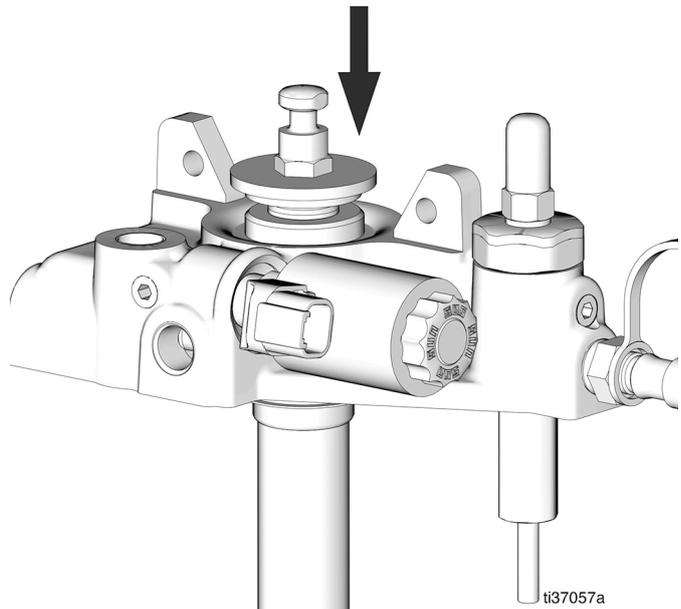
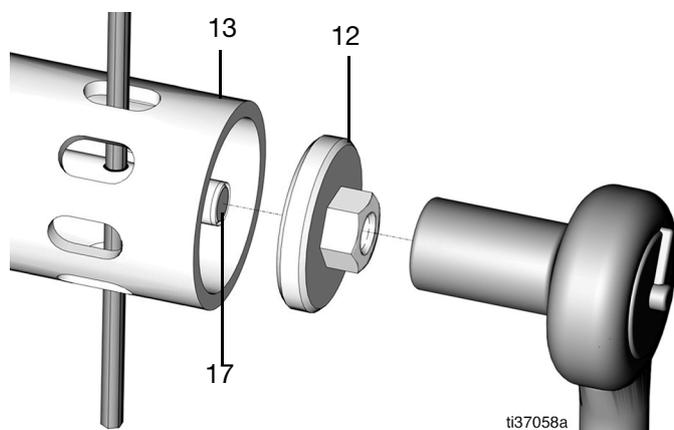

FIG. 36
FIG. 37
15. Pousser sur l'extrémité de la tige de pompe (27) pour accéder à l'orifice transversal à l'extrémité de la tige shovel (FIG. 36 et FIG. 37).
16. Placer une clé Allen ou un outil similaire à travers l'orifice du tube shovel (13) et dans l'orifice transversal pour préserver la stabilité de la tige shovel (17) (FIG. 37).
17. Desserrer et retirer le piston shovel (12) avec une clé à douille de 10 mm (FIG. 37).